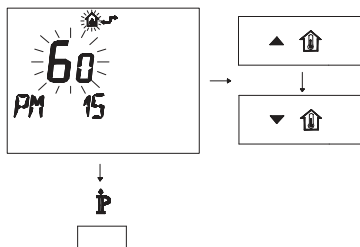

Figura 5.40
- Modifique el punto de consigna programado mediante los botones **▲** **↑** o **▼** **↓** hasta que aparezca un **punto de consigna de 60**; espere hasta que el número programado comience a parpadear (Figura 5.40).